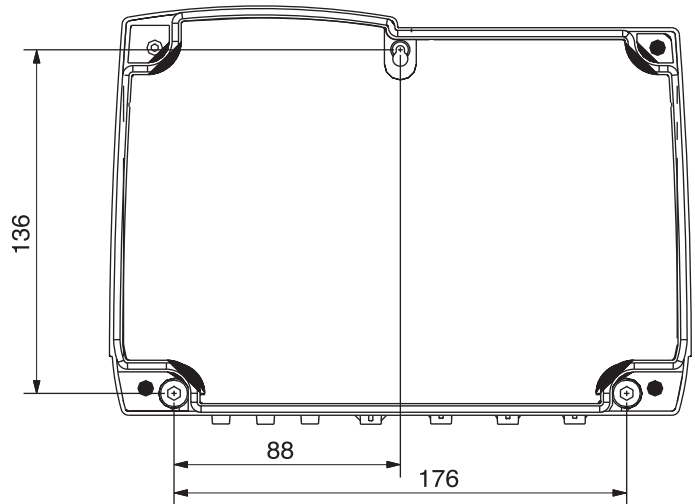

Abb. 2 Bohrschablone (Maße in mm)
- ▶ Zuerst die Bohrlöcher an der Wand anzeichnen (Siehe Abb. 2).